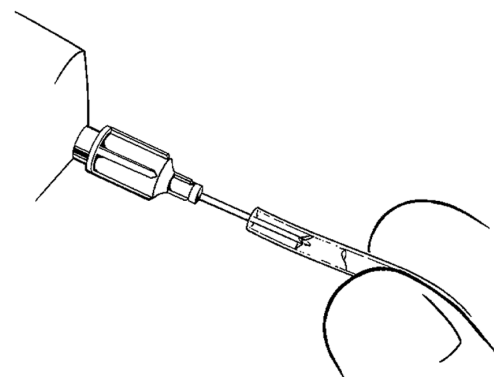

Figure 4-18. Rinçage de la tubulure
2. Rincez les tubulures du cylindre (**figure 4-18**).